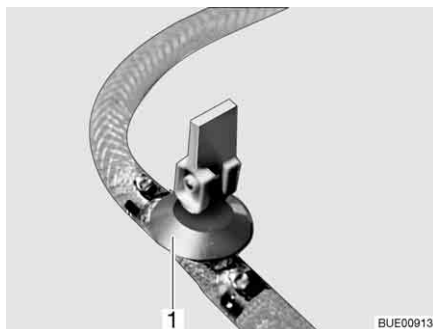
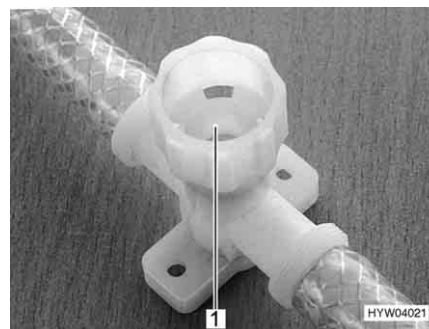

Bild 192 Ablasshahn (mit Kipphebel)
Bild 193 Ablasshahn (mit Drehkappe)
- Alle Ablasshähne schließen. Dazu den Kipphebel des Ablasshahns (Bild 192, 1) waagrecht stellen oder die Kappe des Ablasshahns (Bild 193, 1) im Uhrzeigersinn zudrehen.